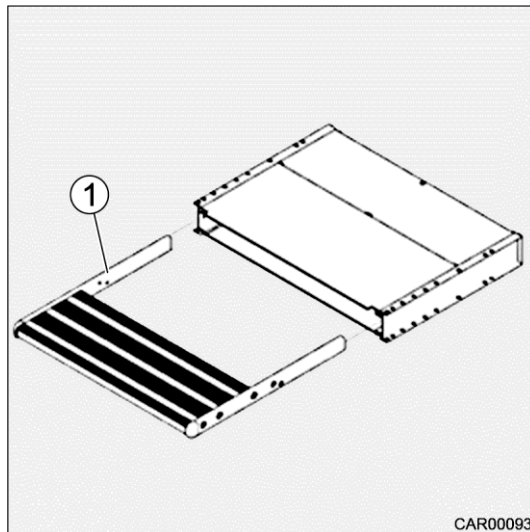

Fig. 22 Déverrouillage de secours
3. Tirer la marche (Fig. 22/1) en dehors.